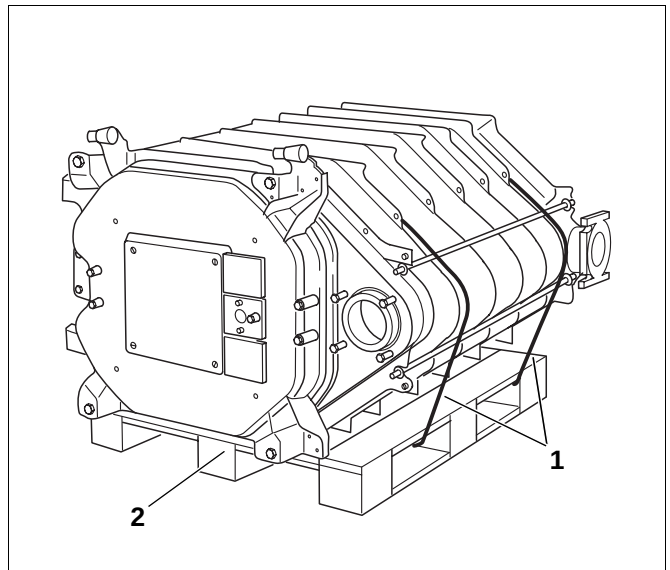

Fig. 20 Kjelblokk på pall
- Skjær over sikringsbåndene (fig. 20, **pos. 1**).
- Fjern pallen før oppstilling (fig. 20, **pos. 2**).